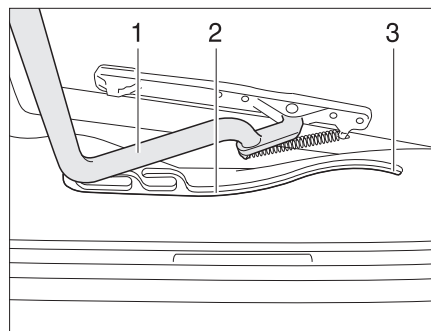

Fig. 44 Claraboya Heki, guía
- Tirar la horquilla (Fig. 44,1) en las guías (Fig. 44,2) hasta la posición trasera final (Fig. 44,3).
- Empujar el estribo (Fig. 44,1) ligeramente hacia arriba con ambas manos.
- Tirar el estribo en las guías (Fig. 44,2) hasta la posición deseada.